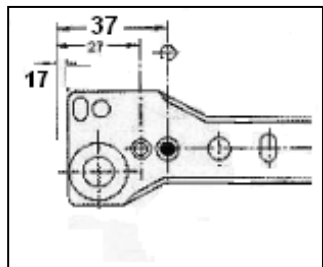

Рис. 2 Схема установки роликовых направляющих
2. На дверь левую №10 и боковину тумбы №20 установить направляющие из комплекта - 3 (см. рис.2) с помощью саморезов - Д;